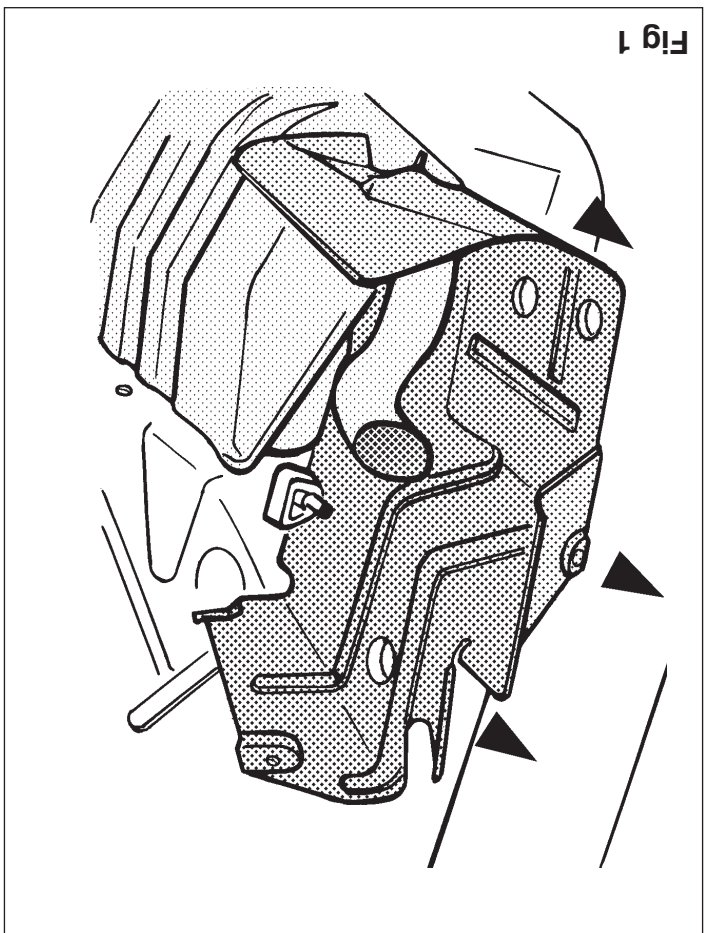

Fig 1
1. Open de kofferbak en maak de kofferbodem vrij. Verwijder de krik inclusief houder. Verwijder het reserve wiel en de accu. Bij de wagon-modellen dient men links en rechts in de kofferbak de kunststofdelen te verwijderen ten einde de contra's te kunnen plaatsen. Verwijder de laatste uitlaatdemper en het hitteschild zoals is aangegeven in fig. 1. Zaag de sedan-modellen) een deel overeenkomstig fig. 2 aan de onderzijde uit de bumper. Verwijder t.p.v. de aanligvlakken van de trekhaak met de carrosserie het aanwezige kit. Overeenkomstig fig. 3 en fig. 4 zullen nu de deukjes zichtbaar worden welke zijn aangegeven met de punten A.
right sides at the rear in order to put the plates in position. Remove the rearmost exhaust silencer and the heat shield as indicated in fig.1. For sedan models only! Saw the part shown in fig.2 out of the bottom of the bumper. Remove the sealant from the points where the tow bar will contact the bodywork. The indents will now become visible which are indicated by points A in fig.3 and fig.4.
Die hintere Auspuffaufhängung und das Hitzeschild, wie in Fig.1 angegeben, entfernen. (Nur bei den viertürigen Limousine-Modellen!): Einen Teil gemäß Fig. 2 an der Unterseite der Stoßstange heraussägen. An den Anlegeflächen zwischen Kupplungskugel mit Halterung und Karosserie den vorhandenen Kitt entfernen. Laut Fig.3 und 4 werden nun die Einkerbungen sichtbar, die mit den Punkten A angegeben sind.
1. Ouvrir le coffre arrière et dégager le fond. Enlever le cric et le porte-cric. Enlever la roue de secours et la batterie. Sur les modèles break, il faudra déposer les parties en plastique situées à gauche et à droite du coffre afin de pouvoir positionner les contre-pièces. Enlever le dernier silencieux d'échappement et le bouclier thermique comme indiqué sur la fig. 1. Scier (sur les modèles berline seulement) une partie du dessous du pare-chocs conformément à la fig. 2. Enlever le mastic présent sur les surfaces de contact de l'attache-remorque avec la carrosserie. Conformément aux fig. 3 et 4, les encoches indiquées par les points A devront à présent être visibles.
2. Bortryk de yderste udstødningsskåle og varmestjoldet som vist i fig. 1. Fjern kittet ved anhængertrækets berøringsflader med et kofangeren. Fjern kittet ved anhængertrækets berøringsflader med angivet med punkterne A.
térmico, como indica la fig.1. Serrar (¡únicamente en los modelos